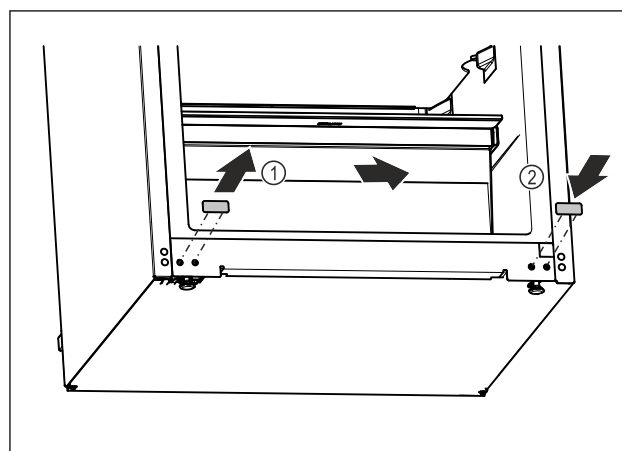

Fig. 19
- Vytáhněte krycí zátku. Fig. 19 (1)
- Zasuňte krycí zátku na opačné straně. Fig. 19 (2)